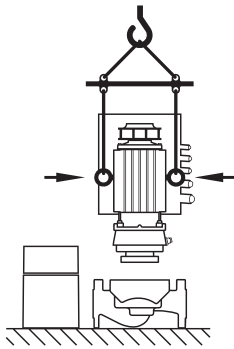

Fig. 9: Transport du moteur
- Si nécessaire, p. ex. en cas de réparation, les œillets de transport peuvent être fixés non pas sur la bride mais sur le carter de moteur (voir p. ex. fig. 9). **Avant le montage des œillets de transport sur le carter de moteur, sortir les écarteurs des orifices prévus pour les œillets de transport (fig. 7, pos. 20b) (voir chapitre 10.2.1 «Remplacer la garniture mécanique» à la page 176).**
- Si les œillets de transport sont montés non pas sur la bride mais sur le carter de moteur, ils ne peuvent être utilisés que pour le transport du kit embrochable (fig. 9) mais pas pour transporter l'ensemble de la pompe et donc pas pour séparer le kit embrochable du corps de pompe.